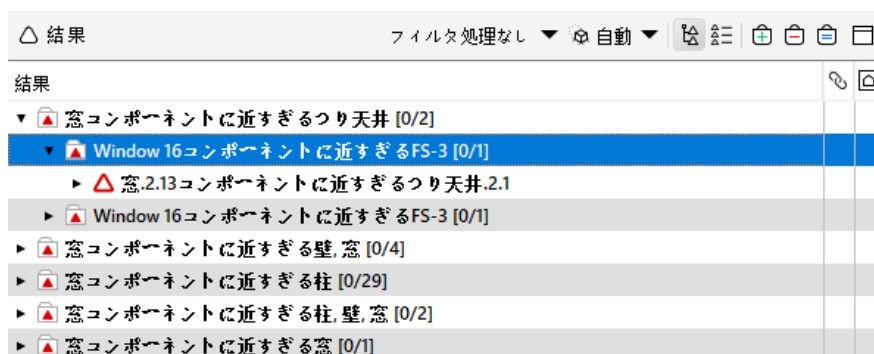

図 50. 結果概要ビューと結果ビュー
- ② 「壁の下側のコンポーネントの欠陥を確認」を一覧から選択します。
- ③ 「情報」ビューに選択されたルールの性質の説明が表示されます。（図 50 を参照）
- ⑤ **結果概要ビュー／結果ビュー**: 結果概要ビューでは「下が接していない壁コンポーネント」のルールに対する結果を実際の案件数を各重要度に分けて表示しています。(図 50 を参照)この数字はモデルの品質を把握するのにとても便利です。案件の比率(案件数/1000m³)は一般的なモデルの品質を提示します。
- ⑥ 案件のカテゴリを表示するには、結果ビューをクリックします。すべての案件が、次の2つのカテゴリに属していることがわかります:「下が接していない壁コンポーネント」、「下が部分的に接している壁コンポーネント」(図 50 を参照)結果ビューのカテゴリの終わりに「X/Y」とありますが、X は決定がくださった案件数、Y は案件数を意味します。